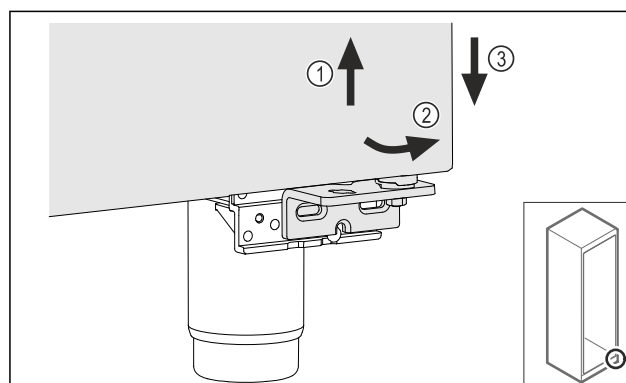

Fig. 26
- Løft døren en smule Fig. 26 (1), vip den fremad fornedden Fig. 26 (2), og sænk den Fig. 26 (3).